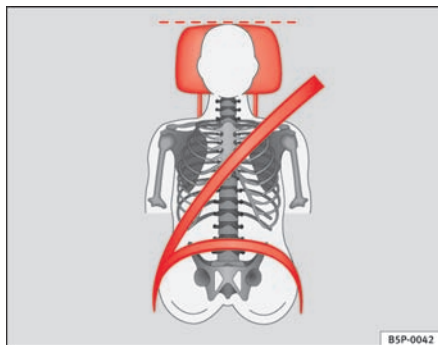
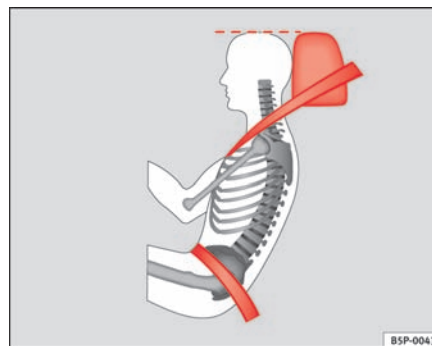

Fig. 65 Set forfra: Hovedstøtten er indstillet korrekt, og sikkerheds-selen er placeret rigtigt.
Fig. 66 Set fra siden: Hovedstøtten er indstillet korrekt, og sikkerheds-selen er placeret rigtigt.
- Indstil hovedstøtten således, at hovedstøttens øverste kant er på højde med den øverste del af dit hoved eller mindst i øjenhøjde ⇒ fig. 65 og ⇒ fig. 66.